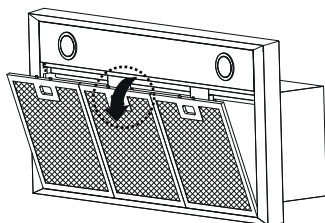
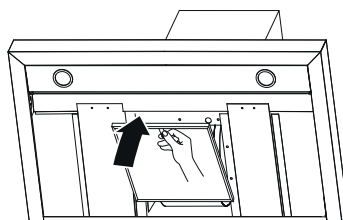

Figura 11
Figura 12
**Nota:** Estos filtros de carbón no son lavables y deben ser reemplazados según se requiera. Para instalar un filtro nuevo de carbón, primero retire el filtro de grasa, como se muestra en la figura 11. Instale el filtro de carbón como se muestra en la figura 12 y reinstale el filtro de grasa (figura 13).